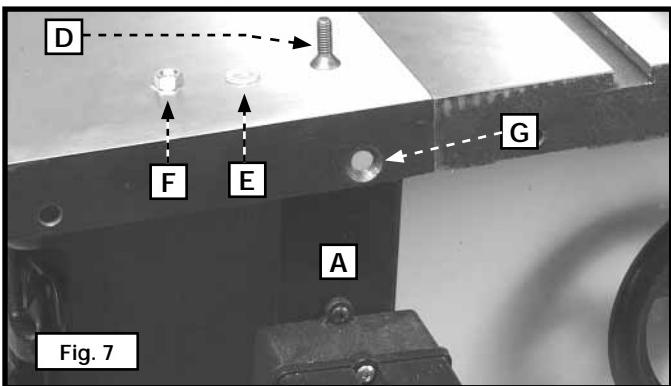

Fig. 7
Les scies contrôlées par commande basse tension sont expédiées avec le boîtier du démarreur câblé à l'interrupteur et au moteur. Fixation du boîtier du démarreur (A) fig. 7 à l'armoire de la table de la scie :
1. Loosely attach the switch and bracket (A) Fig. 7 to the inside front lip of extension wing. Insert a 5/16-18 x 1" flat-head screw (D) through the hole (G). Place a 5/16" flat washer (E) on the screw and secure it with a 5/16" hex nut (F).